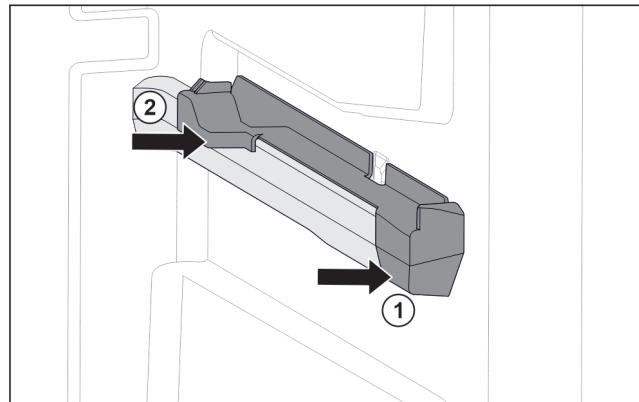

Fig. 126 右侧容器肋梁上的插装件
- ▶ 将插装件前部放到容器肋梁上。 Fig. 126 (1)
- ▶ 压紧插装件后部。 Fig. 126 (2)